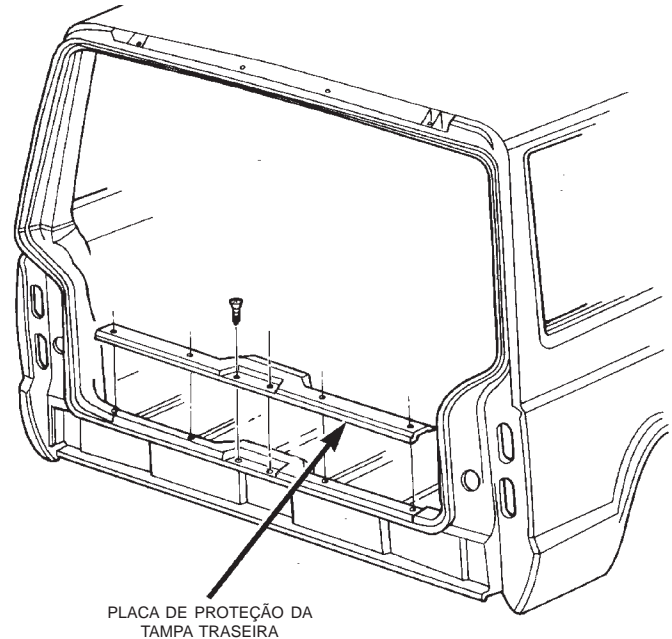

Fig. 79 Placa de proteção da tampa traseira
(1) Remova os parafusos que prendem a placa de proteção da tampa traseira à chapa do assoalho (Fig. 79).
(2) Separe a placa de proteção do veículo.